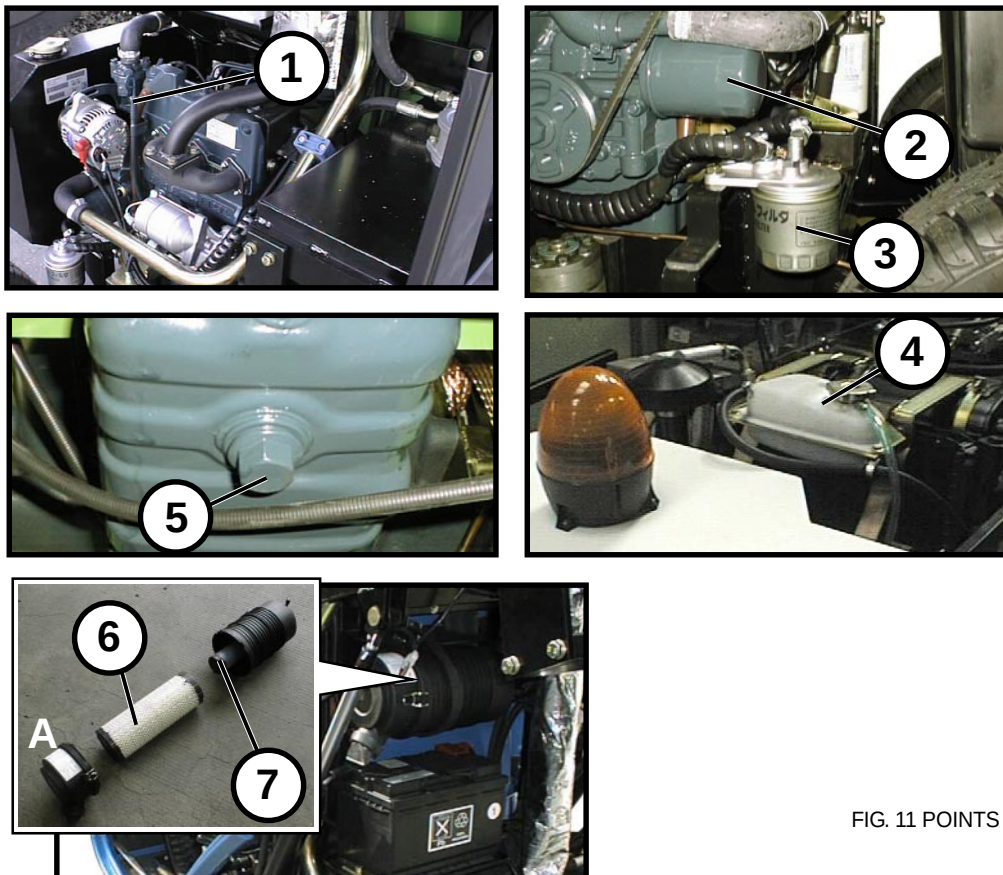

FIG. 11 POINTS DE CONTRÔLE MOTEUR
- Toutes les 8 heures contrôler le niveau d'huile moteur au moyen de la jauge 1 (FIG. 11)
- Toutes les 125 heures effectuer la vidange d'huile moteur et changer le filtre à huile 2 (FIG. 11) - (la vidange d'huile s'effectue au moyen du bouchon 5 présent sous le carter du moteur).
- Toutes les 500 heures changer le filtre à gasoil 3 (FIG. 11).
Toutes les 8 heures de fonctionnement démonter et nettoyer à l'aide d'un jet d'air les filtres 6 et 7 (FIG. 11); sur la plaque **A** sont reportées les instructions suivantes: